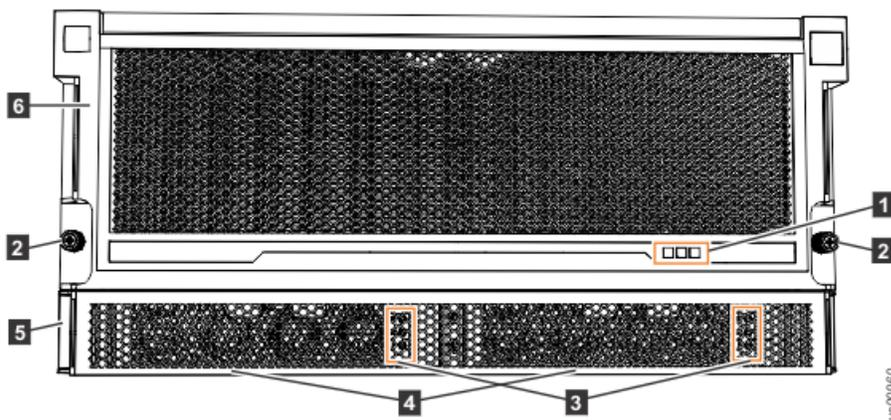
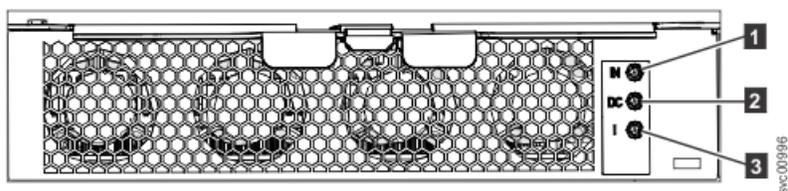

図 55. 拡張エンクロージャの前面の LED
図 56. 電源機構装置の前面の LED
69 ページの図 55 に示されているように、拡張エンクロージャの前面には、表示パネルの LED (1) と、電源機構装置ごとの LED (3) があります。
拡張エンクロージャには、エンクロージャの前面からアクセス可能な 2 つの PSU (69 ページの図 55 の 4) があります。各 PSU には、独自の LED セットがあります (70 ページの図 56 を参照)。